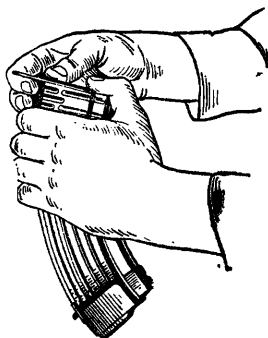

Рис. 12. Отделение крышки магазина
2) Разобрать магазин. Взять магазин в левую руку крышкой вверх, выпуклой частью от себя; правой рукой с помощью выколотки утопить выступ стопорной планки в отверстие на крышке магазина, большим пальцем левой руки сдвинуть крышку несколько вперед (рис. 12), правой рукой снять крышку с корпуса, удерживая при этом стопорную планку большим пальцем